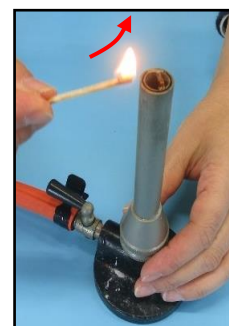

図4 点火の方法
- ① 点火する前に、強い風が当たらず、近くに引火性のものがないことを確認します。
- ② ガスのコックを開ける前に、空気調節ねじ（通常上にある）とガス調節ねじが滑らかに回ることを確認し、両方のねじを閉めておきます。
- ③ ガスの元栓を開けた後、ガスバーナーのコック（機種によってはないものもある）を開けます。マッチ又はライターの火を開口部の斜め上あるいは横に近付け、ガス調節ねじを開き、点火します（図4）。